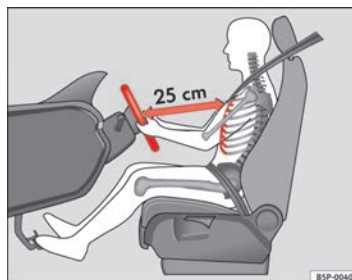

Fig. 135 Posición correcta del conductor
- Ajuste el volante hasta alcanzar la posición deseada ⇒ fig. 135.
- Ajuste el asiento del conductor o el volante de modo que quede una distancia mínima de 25 cm entre el volante y el tórax ⇒ página 173, fig. 135. ¡Si no respeta la distancia mínima, el airbag no le protegerá adecuadamente y corre peligro de muerte!